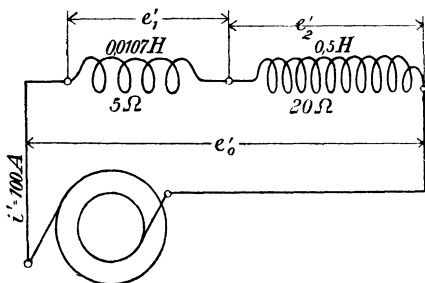

Fig. 87.
254. Durch zwei hintereinander geschaltete Spulen (Fig. 87) fließt ein Wechselstrom von 100 [80] (10) A und 50 Perioden. Der Widerstand der ersten Spule ist $W_1 = 5$ [7] (3) Ω , ihr Selbstinduktionskoeffizient 0,0107 [0,02] (0,03) Henry, der Widerstand der zweiten Spule 20 [17] (8) Ω , ihr Selbstinduktionskoeffizient 0,5 [0,2] (0,1) Henry. Gesucht wird: